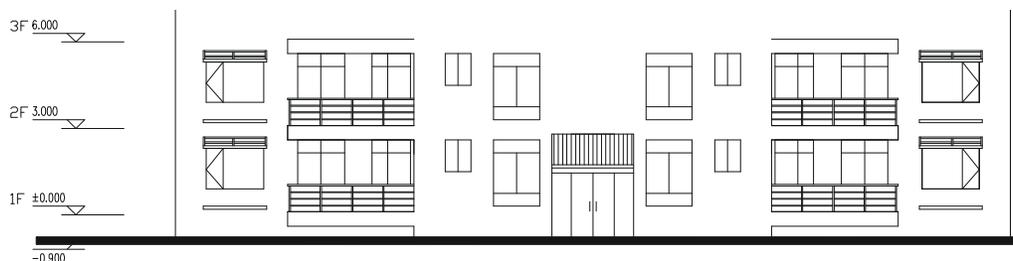
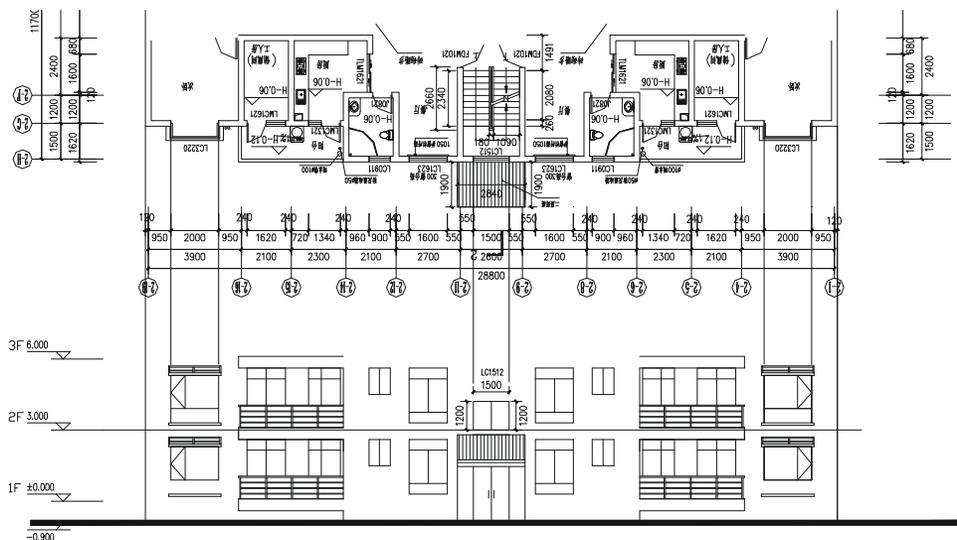

图 12-1-7
图 12-1-8
**STEP 11** 以楼层标高线为基准，使用 COPY 命令将第一层立面图上所有的门窗、阳台及栏杆（中间入口处的的大门除外）复制一份放在第二层，如图 12-1-7 所示。
**STEP 13** 将如图 12-1-7 所示的立面对准旋转后的第二层平面，并使用绘制直线命令 LINE 引出中间入口处的窗户的边线和凸窗的边线，再根据平面图上窗户的标号（尺寸）绘制窗户的高度，如图 12-1-8 所示。